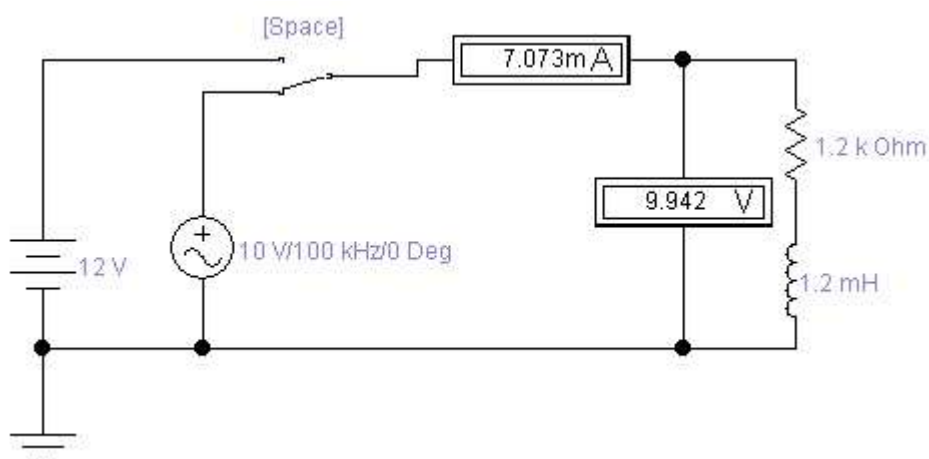

Рисунок 2 – Схема метода амперметра – вольтметра для определения индуктивности при втором положении ключа
7. Собрать схему рис. 2а: $U_{\sim} = 10 \text{ В}$, $f = 100 \text{ кГц}$, $R_1 = R_2 = 1 \text{ кОм}$, $C_0 = 3 \text{ нФ}$, $R_0 = 30 \text{ Ом}$.
10. Собрать схему рис. 2б. $U_{\sim} = 10 \text{ В}$, $f = 100 \text{ кГц}$, $R_1 = R_2 = 1 \text{ кОм}$, $C_0 = 2 \text{ мкФ}$, $R_0 = 2 \text{ кОм}$.